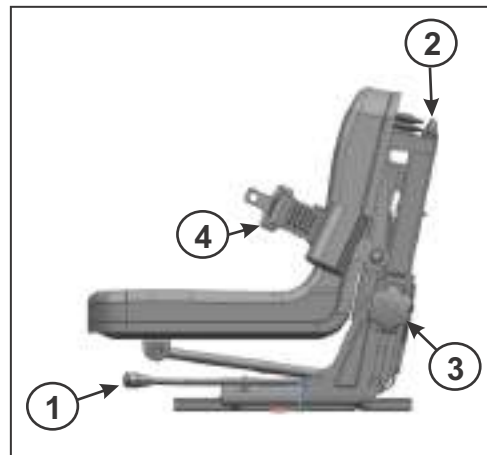

Abb. 3.8
- Heben Sie den Hebel (1, Abb. 3.8) an, um den Sitz vorwärts und rückwärts zu bewegen.
- Nutzen Sie den Knopf (2, Abb. 3.8), um die Suspension einzustellen.
- Verwenden Sie den Knopf (3, Abb. 3.8), um die Höhe des Sitzes vertikal einzustellen.
- Sicherheitsgurt (4, Abb. 3.8).